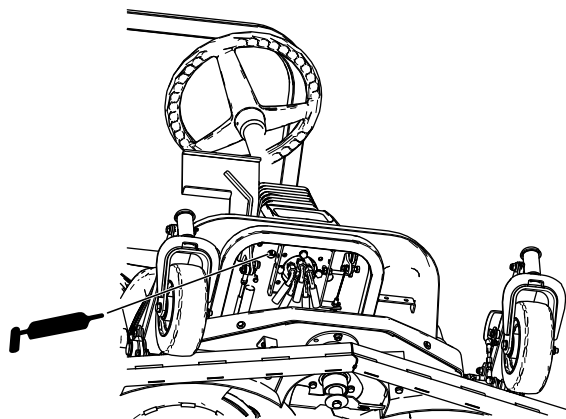

Figure 38
- Bague de pivot de pédale de déplacement (Figure 38)